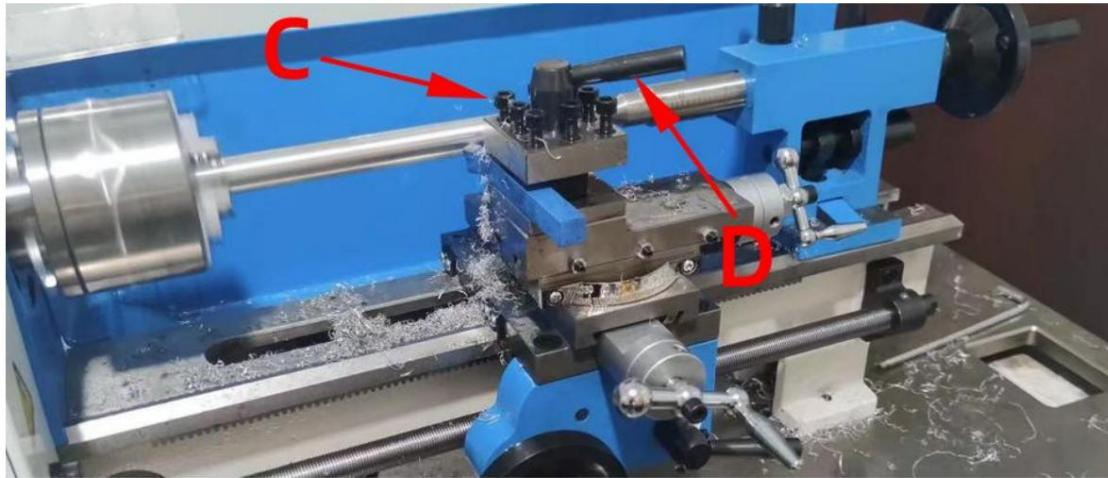

Abb. 5 Einstellung der Werkzeugauflage
Wenn Sie die Position des Werkzeughalters anpassen möchten, müssen Sie nur den in (D) von Abb. 5 gezeigten Hebel lösen. Ziehen Sie ihn anschließend wieder fest. Wenn Sie den Werkstückschneider austauschen möchten, müssen Sie die Schrauben von (C) mit dem mitgelieferten Inbusschlüssel lösen.